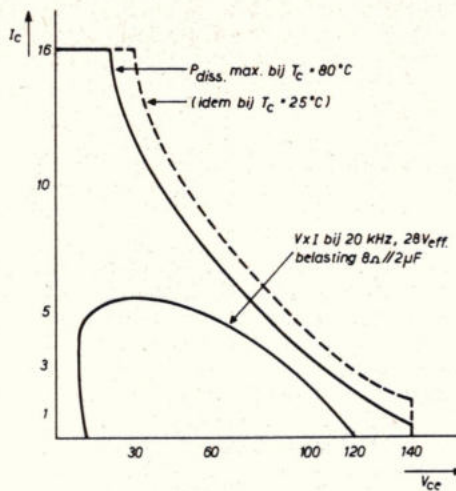

Fig. 36. Belastingkarakteristiek van twee parallel geschakelde transistoren.
In fig. 36 is de situatie geschetst van twee transistoren parallel, waarbij we binnen de specificaties blijven. In het artikel van Johnson (ref. 27) is wat meer te vinden over het gedrag van eindversterkers bij „moeilijke” belastingen.